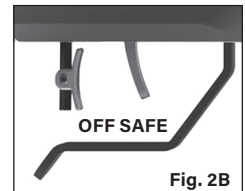

Fig. 2B
1. Empuje el seguro completamente hacia adelante (Fig.2B) para quitar el seguro ("OFF SAFE").